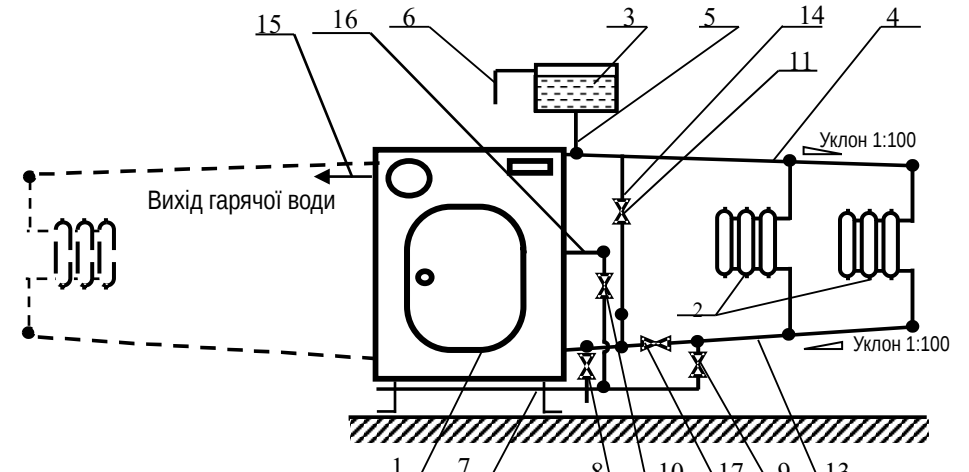

Рис. 5 Принципова схема підключення апарата до системи опалення і гарячого водопостачання (рекомендована)
2.2.2.2 Принципова схема підключення апарата до системи опалення та гарячого водопостачання наведена на **рис. 5**. Підбір опалювальних приладів (радіаторів) і
2.3.8 При користуванні гарячим водопостачанням температуру гарячої води регулюйте потоком холодної води краном 10 (див. рис. 5)
Для отримання гарячої води з водонагрівача необхідно підтримувати температуру води в апараті 80-90°C, для чого при монтажі апарата (рис. 5) рекомендується встановлювати перепускную трубу з краном 11.